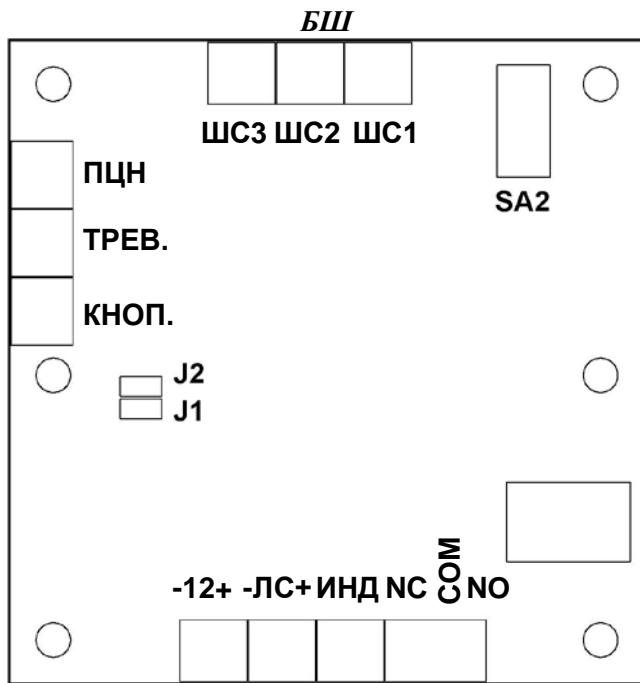

Рисунок 1. Вид со стороны платы со снятой крышкой
- установить джамперы (замыкатели) на контакты *J1* и *J2* (см. рисунок 1 приложения «В») в положения соответствующие выбранному режиму, руководствуясь таблицей 3 приложения «Г». На индикаторе появится информация о режиме настройки «P1_1(1-6)»;
- нажимая микровыключатель SA2 (см. рис. 1 приложения «В») установить нужное значение времени. Каждое нажатие переключателя